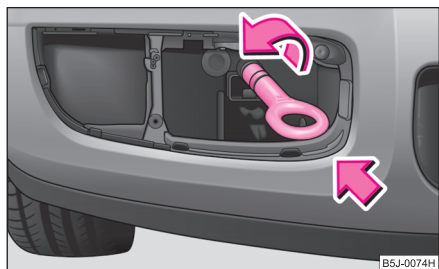

Abb. 167 Vordere Stoßfänger: Einbau der Abschleppöse
- Abschleppöse von Hand nach links bis zum Anschlag ⇒ Abb. 167 einschrauben.